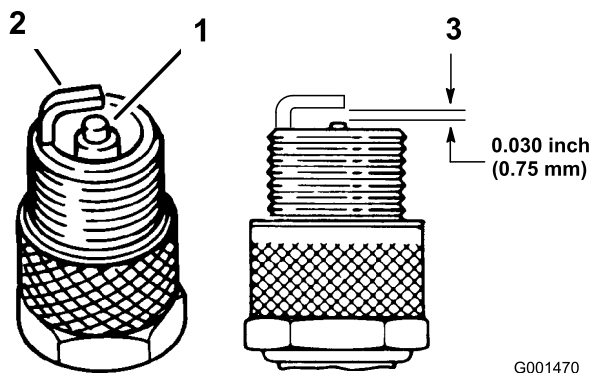

Figura 39
1. Mire la parte central de la bujía (Figura 39). Si se observa un color gris o marrón claro en el aislante, el motor está funcionando correctamente. Si el aislante aparece de color negro, significa que el limpiador de aire está sucio.
3. Compruebe la separación entre los electrodos central y lateral (Figura 39). Si la distancia no es correcta, doble el electrodo lateral (Figura 39).
3. Conecte el cable de la bujía (Figura 39).